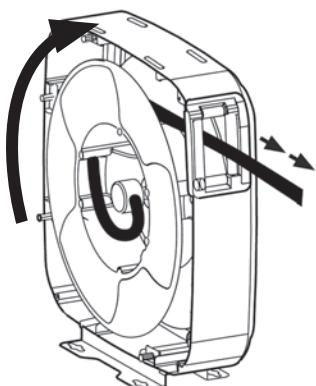

Fig.11
1. Pull the hose out 10 feet (3 metres) and let the hose reel latch (fig. 11).
1. Tirez le flexible de 3 mètres et bloquer le tambour au moyen du cliquet (fig. 11).
1. Extraiga unos 3 metros (10 pies) de manguera y trinque la manguera (fig. 11).
1. Extraiga unos 10 pies (3 metros) de manguera y trinque la manguera (fig. 11).
1. Ziehen Sie den Schlauch 3 Meter heraus und lassen Sie ihn einrasten (Fig. 11).